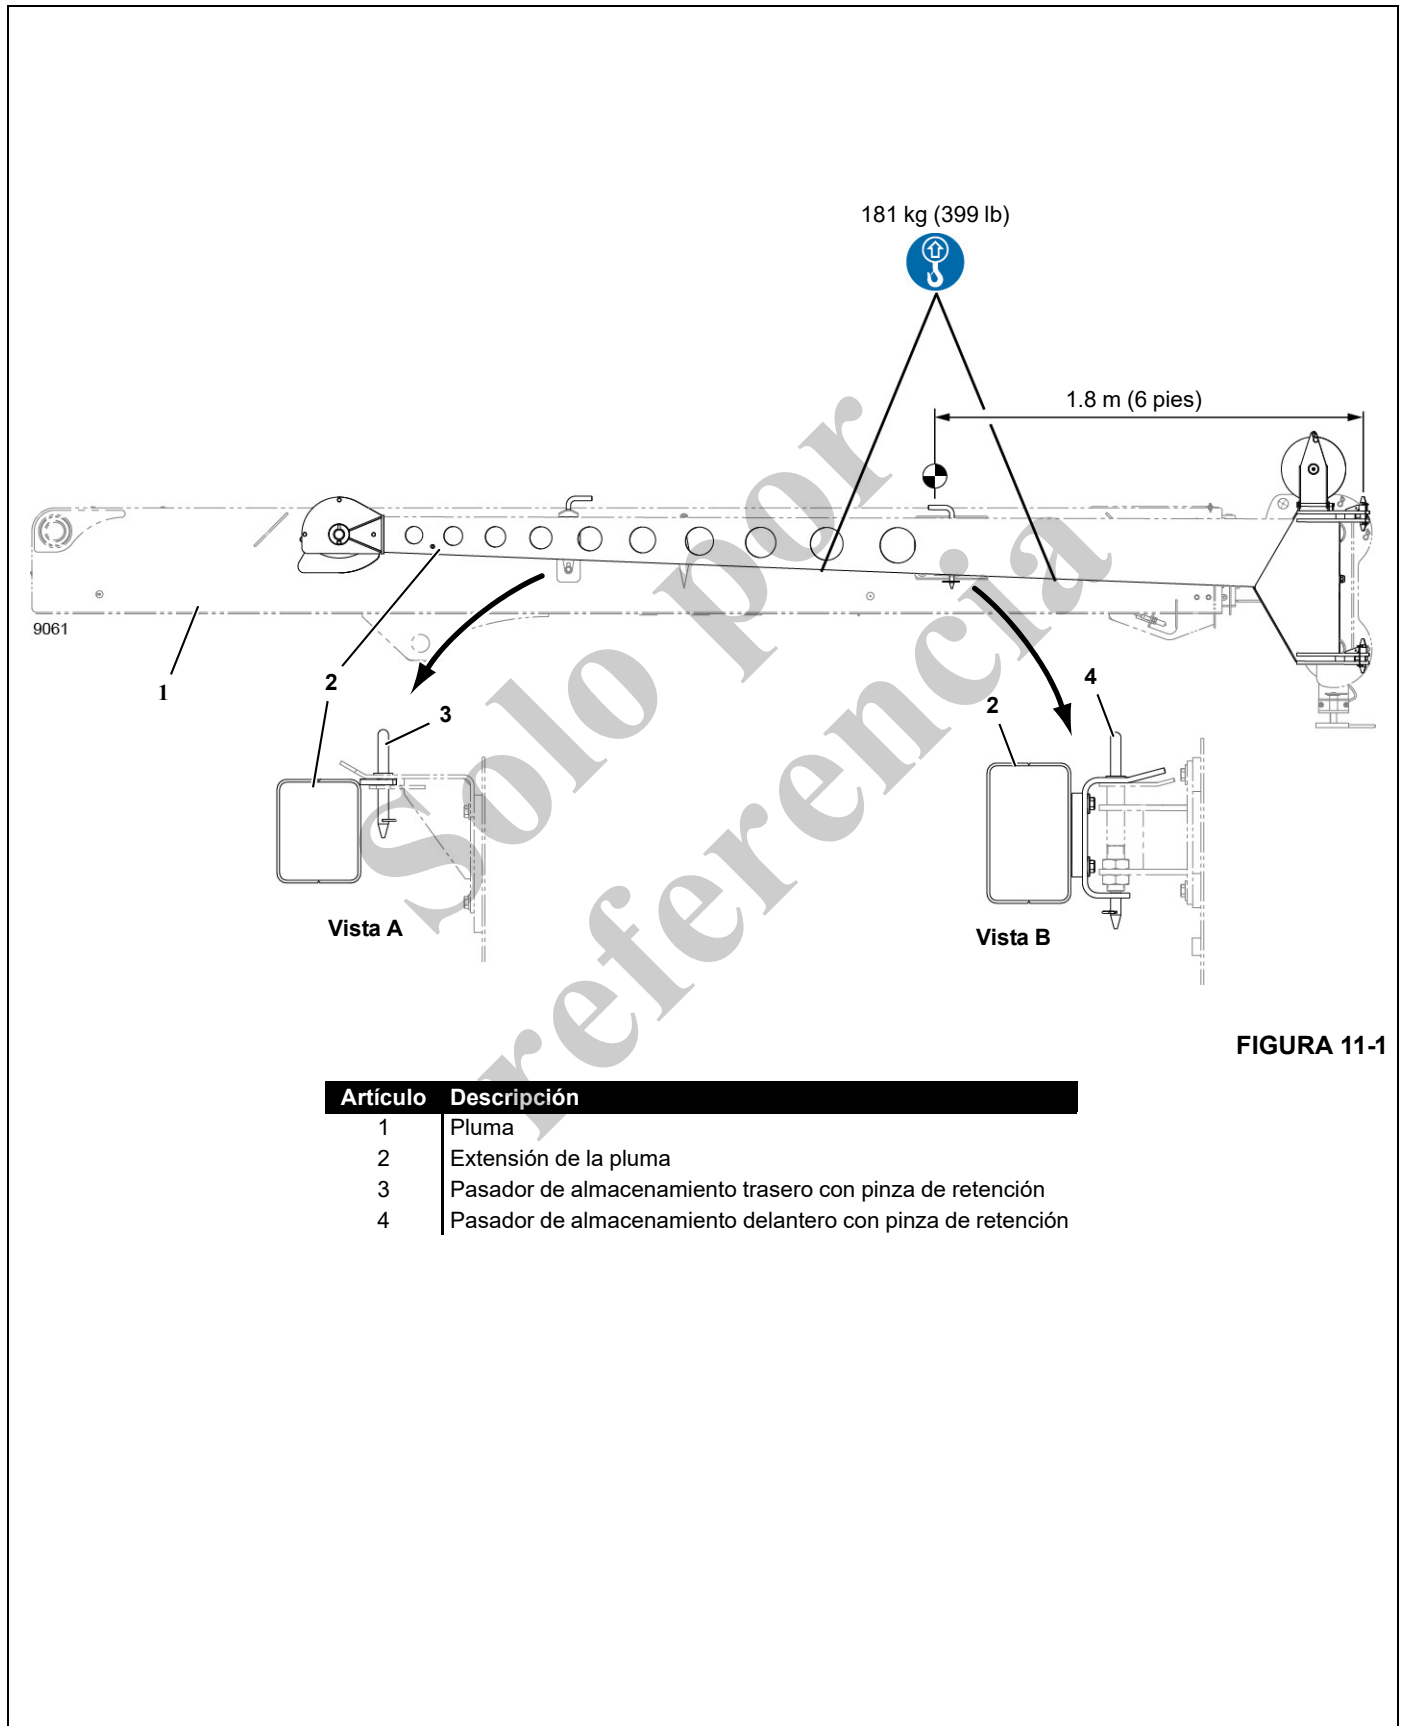

FIGURA 11-1
Las instrucciones siguientes suponen que la extensión de pluma está en la posición de almacenamiento en el lado derecho de la pluma (Figura 11-1).
- Una grúa auxiliar o polipasto capaz de soportar la carga especificada en la Figura 11-1
1. Si aún no se ha hecho, almacene la extensión de pluma (2). Vea las instrucciones en la sección 5 del manual del operador de la CD15.
2. Baje la pluma (1) a la posición horizontal.
5. Instale las eslingas de elevación alrededor de la extensión de pluma (2) y conéctelas al gancho de la grúa auxiliar. El centro de gravedad se encuentra en la dimensión dada en la Figura 11-1.
1. Baje la pluma (1) a la posición horizontal.
4. Instale las eslingas de elevación alrededor de la extensión de pluma (2) y conéctelas al gancho de la grúa auxiliar. El centro de gravedad se encuentra en la dimensión dada en la Figura 11-1.
8. Rotule las mangueras hidráulicas (2, Vista A) para la instalación correcta y desconéctelas de los adaptadores (3).
11. Coloque el cilindro de elevación de la pluma de modo seguro sobre bloques (5, Vista D) de modo que no pueda caer cuando el pasador de extremo de varilla (7) se retire.
12. Instale las eslingas de elevación alrededor de la pluma (1) y conéctelas al gancho de la grúa auxiliar. El centro de gravedad se encuentra en la dimensión (D1 o D2) dada en la Figura 11-1.
14. Retire el pasador retenedor (6, Vista D) y el pasador de extremo de varilla (7). Use un punzón de latón para martillar y sacar el eje.
15. Retire el perno de fijación (8, Vista B) y el pasador de pivote de la pluma (9). Use un punzón de latón para martillar y sacar el eje.
1. Instale las eslingas de elevación alrededor de la pluma (1) y conéctelas al gancho de la grúa auxiliar. El centro de gravedad se encuentra en la dimensión (D1 o D2) dada en la Figura 11-1.
4. Instale el pasador de pivote de la pluma (9, Vista B) y fíjelo con un perno de fijación (8), arandela plana y tuerca.
5. Instale el pasador de extremo de varilla (7, Vista D) y fíjelo con un pasador retenedor (6), arandela plana y tornillo.
9. Conecte y apriete debidamente las mangueras hidráulicas (2, Vista A) a los adaptadores hidráulicos (3).